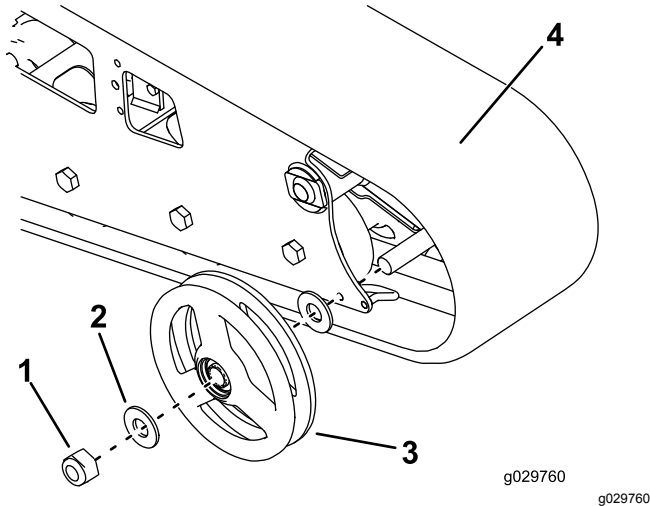

Bild 62
7. Nehmen Sie die Mutter ab, mit der das äußere Vorderrad befestigt ist. Nehmen Sie das Rad ab (Bild 62).
8. Nehmen Sie die Kette ab (Bild 62).
9. Ziehen Sie die zwei großen Scheiben aus den äußeren Rädern, eine an jeder Radseite (Bild 62).
12. Setzen Sie die neue Kette ein (Bild 62).
13. Montieren Sie das äußere Vorderrad und befestigen es mit der vorher abgenommenen Mutter (Bild 62).